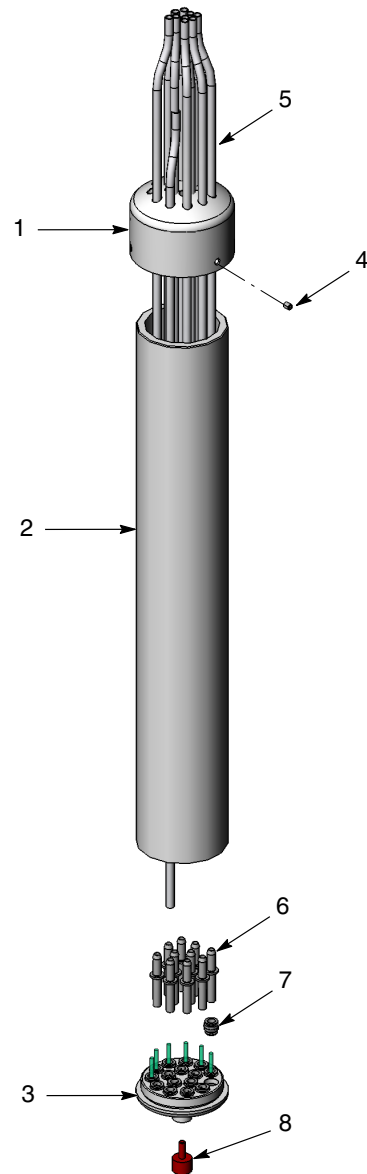

Abbildung 2 Lanzenbaugruppe, Reparatur und Teile
Ersatzteile sind in Abb. 2 dargestellt.
1. Siehe Abbildung 2. Den Pulverschlauch (5) von der Prodigy HDLV Pumpe abnehmen.
2. Die drei Halteschrauben (4) lösen, dann die Kappe (1) vom Gehäuse (2) abziehen. Die Kappe mehrere Zoll auf den vorhandenen Pulverschlauch schieben.
3. Das Gehäuse vom Kopf (3) abschrauben. Den Kopf vom Gehäuse wegziehen, um Zugang zu den Schlauchadaptern (6) zu haben.
4. An den Schlauchanschlussverschraubungen (7) nach unten drücken und die Schlauchadapter (6) aus den Verschraubungen ziehen.
5. Die Adapter (6) von den Schläuchen (5) abnehmen, dann die Schläuche aus Kappe (1) und Gehäuse (2) ziehen.
Siehe Abbildung 2